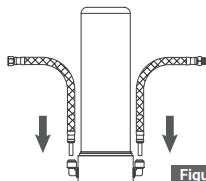

Figura 1
1. Collegare il tubo di ingresso e il tubo di uscita alla testa del filtro. (Figura 1) Quando il tubo è completamente inserito, mettere il morsetto di bloccaggio blu sull'attacco. Questo bloccherà il tubo in posizione e impedirà che cada.